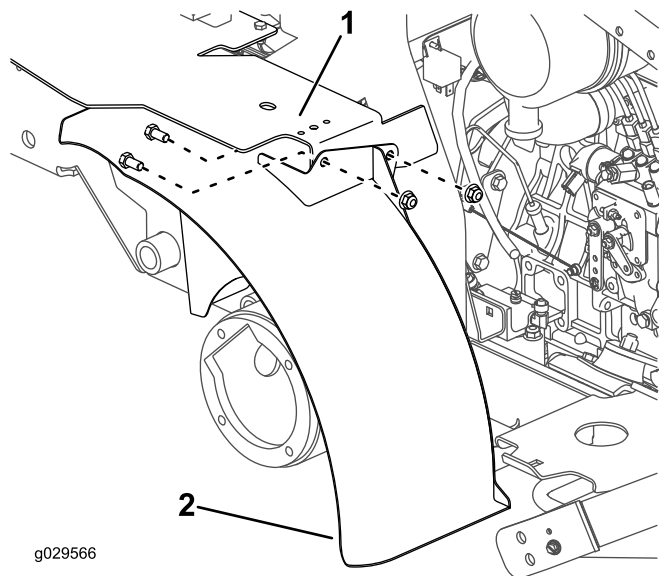

Figura 9
6. Monte provisionalmente el soporte de la parte superior del guardabarros izquierdo en el soporte del depósito de combustible con 2 pernos ($\frac{3}{8}$ " x $\frac{3}{4}$ ") y 2 tuercas ($\frac{3}{8}$ "), según se muestra en Figura 9.